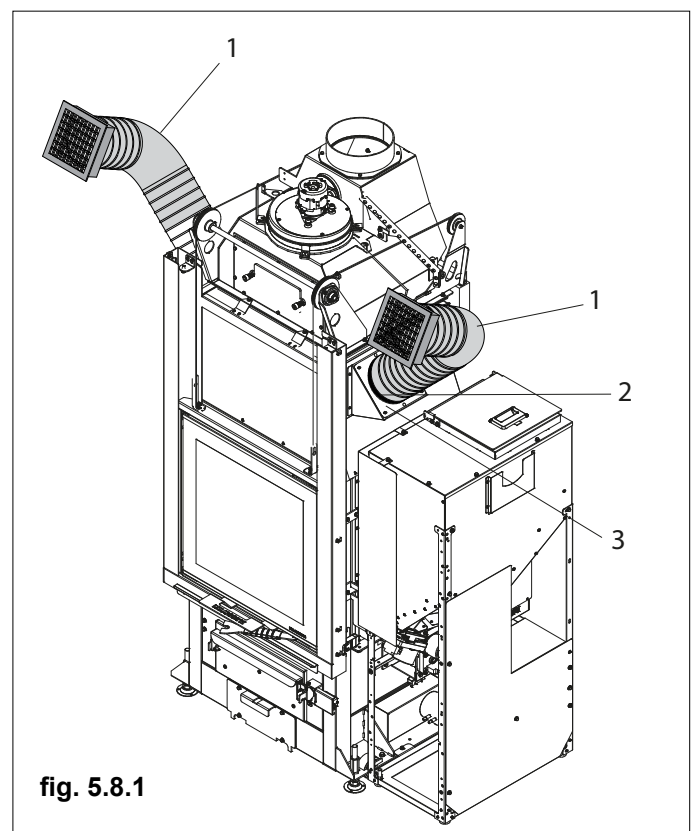

fig. 5.8.1
Fissare il tubo (1) ai collari (3) con le fascette (2) (Fig. 5.8.1).